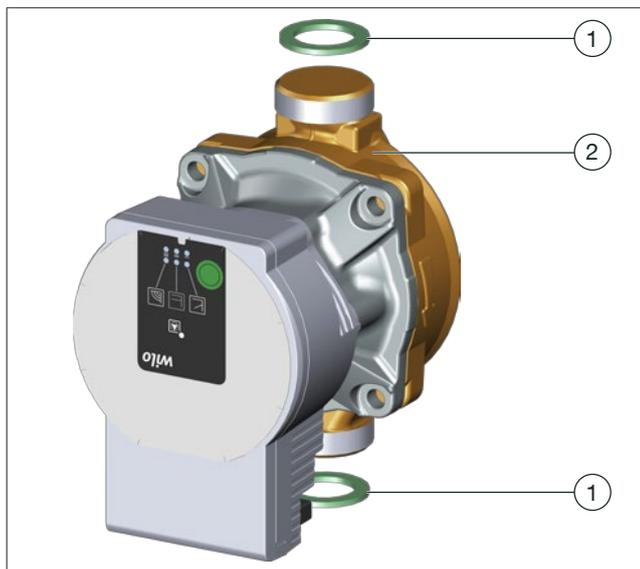

Fig. 1: Construction
<ul style="list-style-type: none"> - Respecter le sens de refoulement ! La flèche (voir position (2) sur la Fig. 1 en page 6) doit pointer vers l'intérieur de la station. - Utiliser les joints plats fournis avec le nouveau circulateur.